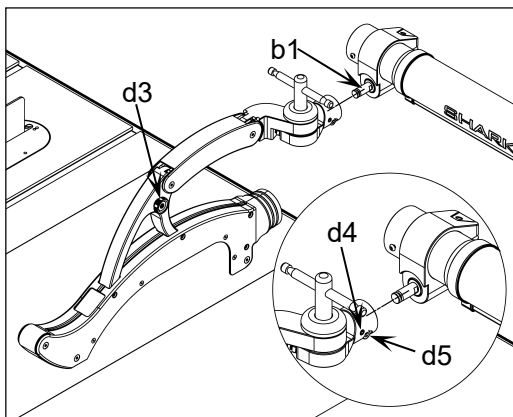

Abb. 12
1. Wie in **Abb. 12** dargestellt, montieren Sie die Schutzvorrichtung auf der Schwenkwelle (**b1**). Stellen Sie sicher, dass die Stirnfläche vollständig aufliegt, und ziehen Sie sie dann fest.
- Lösen Sie vor der Installation die Klemme (**d3**), die Kugelschraube M8 × 10 (**d4**) und die Innensechskantschraube M8 × 25 (**d5**) wie in **Abb. 12** dargestellt.